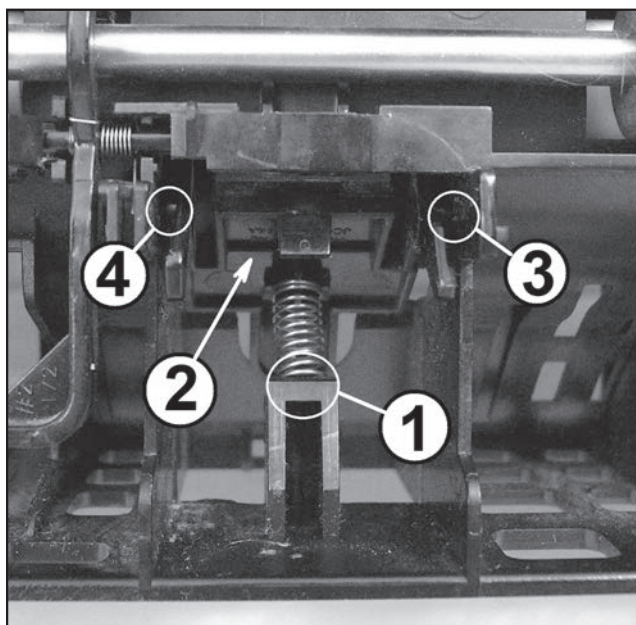
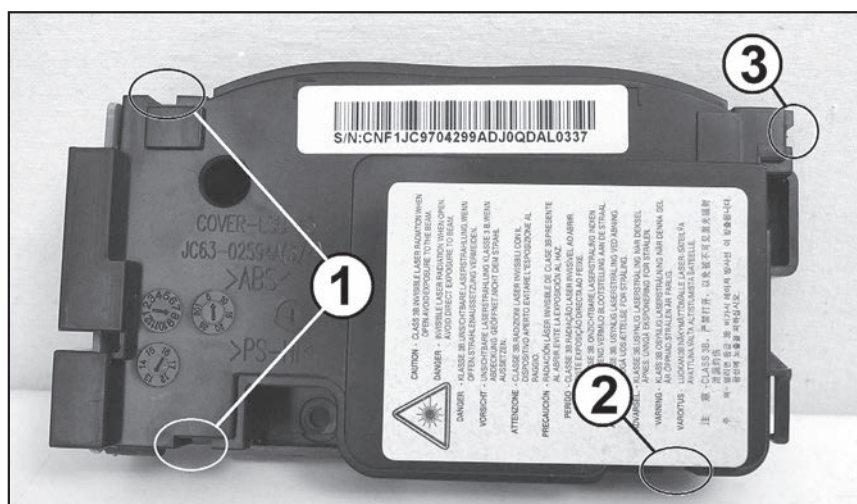
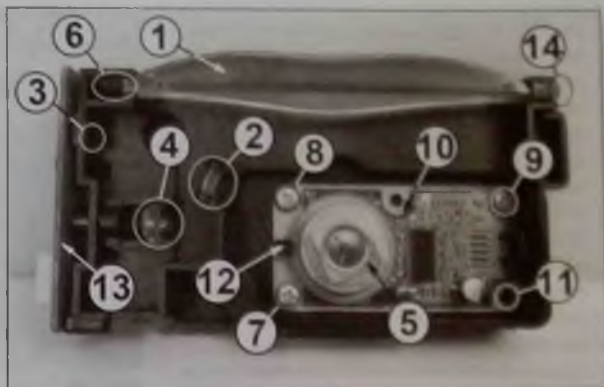

Рис. 32
Рис. 33
Рис. 34
ной к себе, запоминают местоположение тормозной площадки и пружины под ней. Снимают пружину с выступа (1 на рис. 32) на основании узла подачи и транспорта бумаги. Прижимают тормозную площадку (2) в левую сторону и снимают ее правую сторону с оси (3). Аналогично снимают левую сторону с левой оси (4). Далее перемещают площадку к себе и снимают ее в сборе с пружиной с узла. Установку тормозной площадки выполняют в обратном порядке. Последовательно устанавливают тормозную площадку на оси и затем пружину на выступ, расположенный на корпусе узла.
Располагают блок линзой фокусировки луча лазера на фотобарабан от себя. Освобождают три фиксатора (1 и 2 на рис. 33) крышки блока, приподнимают вверх ее левую сторону, перемещают крышку вправо, освобождают ее с выступа (3) и снимают с блока. При необходимости очищают от загрязнений линзу (1 на рис. 34) фокусировки луча на фотобарабан, линзу (2) фокусировки луча лазера на
Откручивают три самореза (7-9 на рис. 34) крепления пластины (10) платы управления к корпусу блока. Снимают пластину с ориентирующего выступа (11) и вынимают из корпуса блока в сборе с двигателем привода призмы. Запоминают местоположение фиксатора (12) ротора двигателя привода призмы. Поворачивают фиксатор на 90 градусов против часовой стрелки,
При необходимости демонтажа платы управления лазерным светодиодом (13 на рис. 34) откручивают два самореза крепления платы к корпусу блока и снимают ее. Установку платы выполняют в обратной последовательности. Устанавливают на блок лазера крышку, при этом сначала устанавливают прямоугольное отверстие крышки на выступ (14 на рис. 34) на корпусе, затем совмещают три фиксатора (1 и 2 на рис. 32), перемещают крышку вниз и устанавливают ее на место. Убеждаются в надежности крепления крышки на корпусе блока фиксаторами.